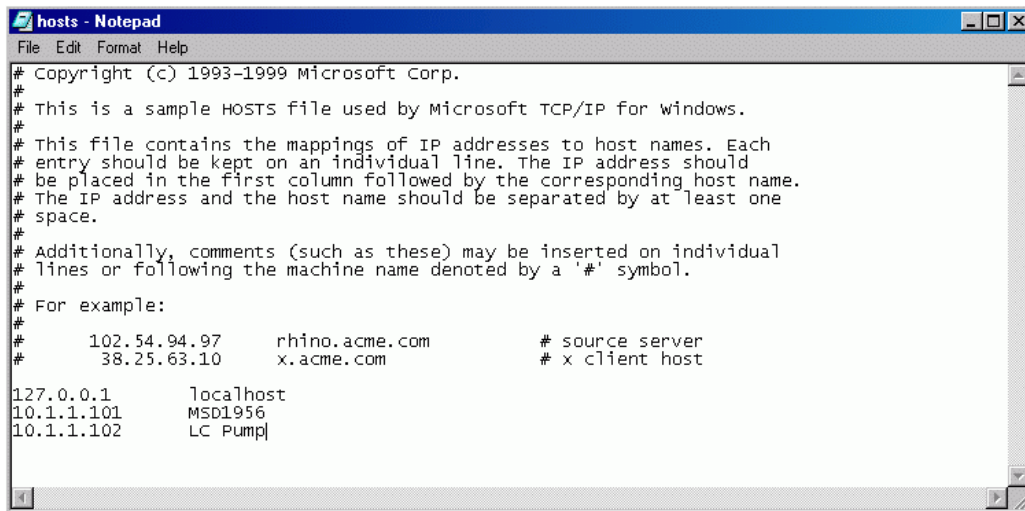

Figura 47 Edición del archivo HOSTS
- 2 Escriba la dirección IP y el hostname de MSD como se indica en Figura 47 en la página 98.